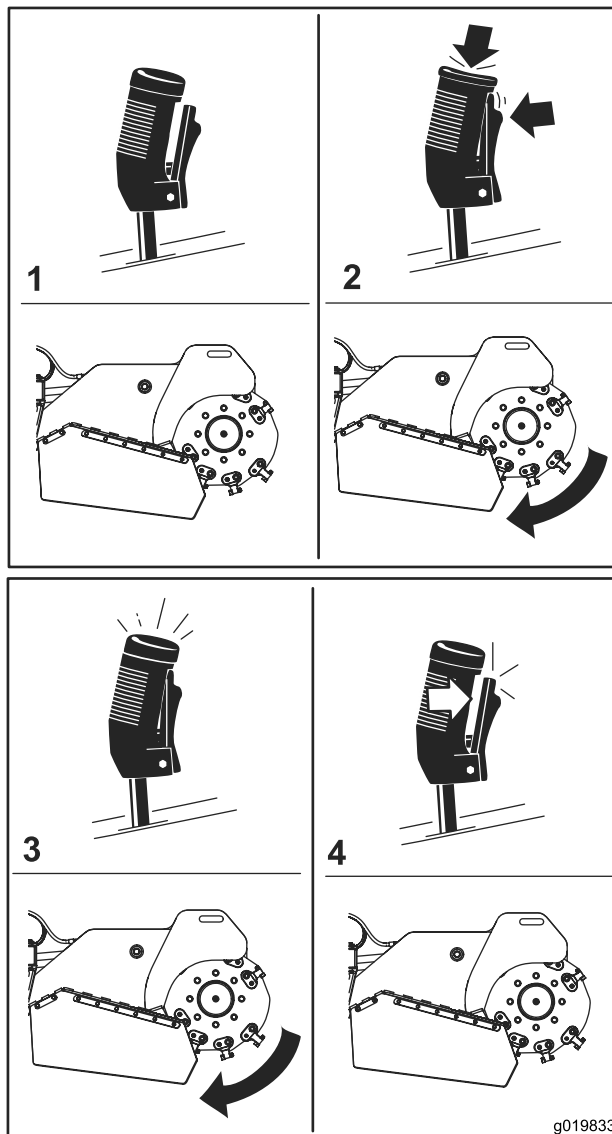

Figure 12
- Pour démarrer la rogneuse de souches (Figure 12), serrez la gâchette et appuyez sur le bouton rouge au sommet du levier. Vous pouvez relâcher le bouton rouge lorsque la rogneuse démarre.
- Pour arrêter la rogneuse (Figure 12), relâchez la gâchette pendant plus d'une demi-seconde.